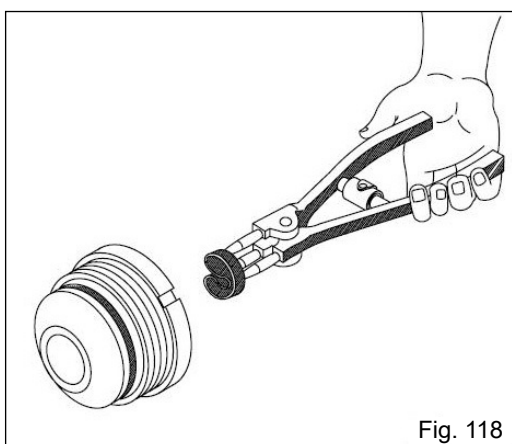

Fig. 118
b) Introduza a gaxeta na furação do guia da haste até a altura do alojamento e solte a gaxeta acomodando-a no lugar (Fig. 118);